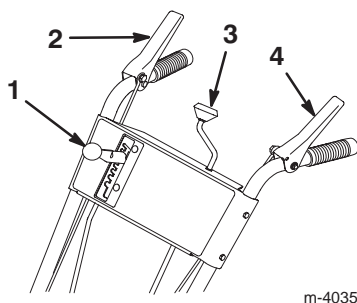

Figure 7
2. Placez le levier de changement de vitesse (Fig. 7) sur le panneau de commande en position R_2 (marche arrière).